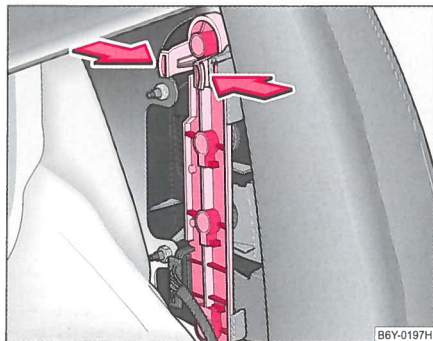

Fig. 183 Afmontering af pæreholder
- Tryk fastspændingslaskerne i pæreholderens øverste del i pileretningen og tag pæreholderen ud ⇒ fig. 183.